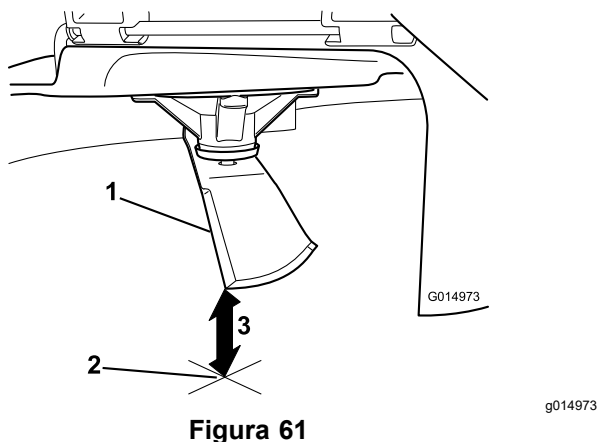

Figura 61
5. Măsurai de la vârful lamei până la suprafața plană (Figura 61).